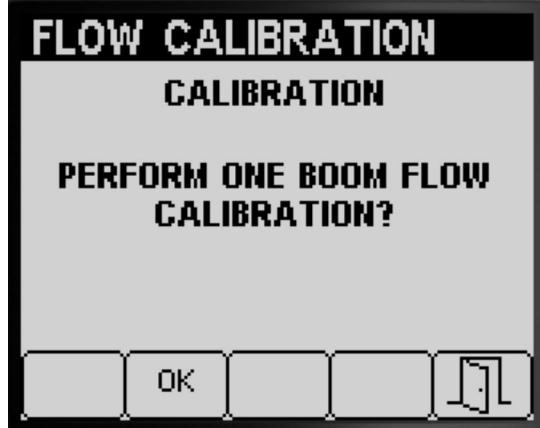

Figura 59
- Se non dovete eseguire una taratura di 1 sezione di irrorazione, premete il pulsante 5 per tornare alla schermata Taratura (Figura 59).